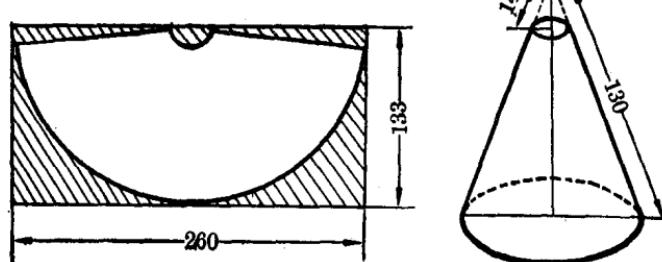

图 11
5. 纱筒 用 360 毫米长的窗纱做成圆筒，接在铁皮筒后面，用其他两块窗纱做一个圆锥体(图 11)和一个圆盖。圆锥套入圆筒里，把锥顶剪去一些，使锥顶离开纱筒底约 20 毫米，以便蚊子吸入纱筒内。圆盖用铁丝做硬边，把圆边的任一切点，缝接在纱筒上，其他部分不缝上，以便圆盖开闭。这样做